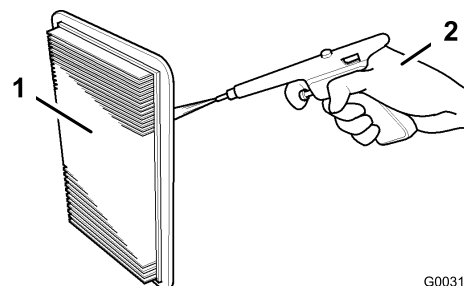

Figure 24
1. Tapotez légèrement l'élément sur une surface plane pour éliminer l'excédent de poussière et de saleté, ou utilisez de l'air comprimé (pression max. 207 kPa {30 psi}) pour nettoyer l'élément de l'intérieur (Figure 24).